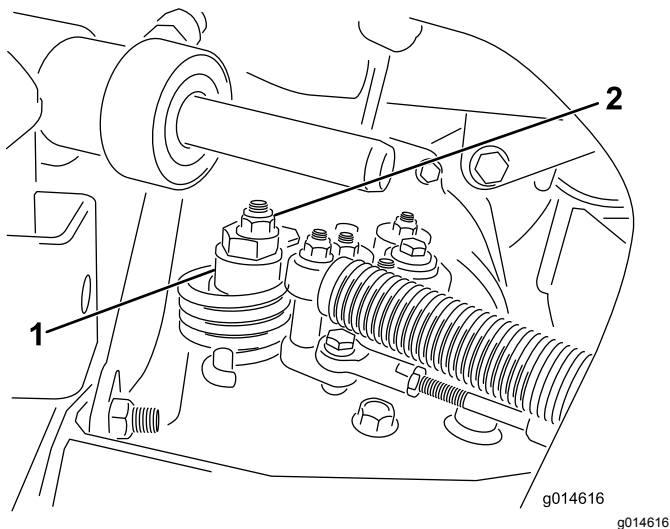

Figura 34
- A. Liberte a porca que fixa o disco excêntrico ao cima do hidróstato (Figura 34).
- C. Rode o disco excêntrico até eliminar a deslocação em qualquer um dos sentidos. Quando a roda deixar de rodar, aperte a porca, bloqueando deste modo o disco excêntrico e fixando a posição de ajuste (Figura 34). Verifique se o ajuste é o adequado colocando o acelerador nas posições LENTO e RÁPIDO.